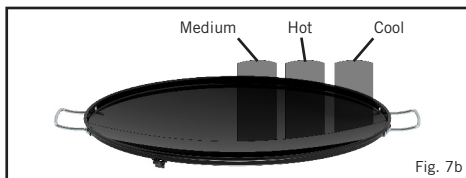

Fig. 7b
- Las temperaturas de cocción se ajustan fácilmente para adaptarse a sus propios requisitos girando la perilla de control (K) para regular el grado de calor. Una de las características del Skottel BBQ es que ofrece diferentes zonas de calor (Ver la Fig. 7b). Es muy útil porque algunos alimentos se cocinan más rápido que otros y los alimentos que se cocinan primero se puedan reubicar en zonas menos calientes de la placa para mantener la temperatura y el resto de los alimentos que aún están en cocción.